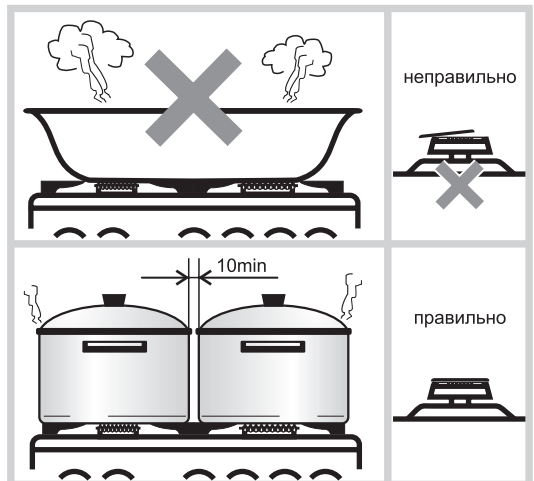

Рис.14
- Размеры посуды (см. табл. 4 и рис.14) и режим работы горелок нужно выбирать таким образом, чтобы пламя не выходило за края и не «лизало» боковые стенки.